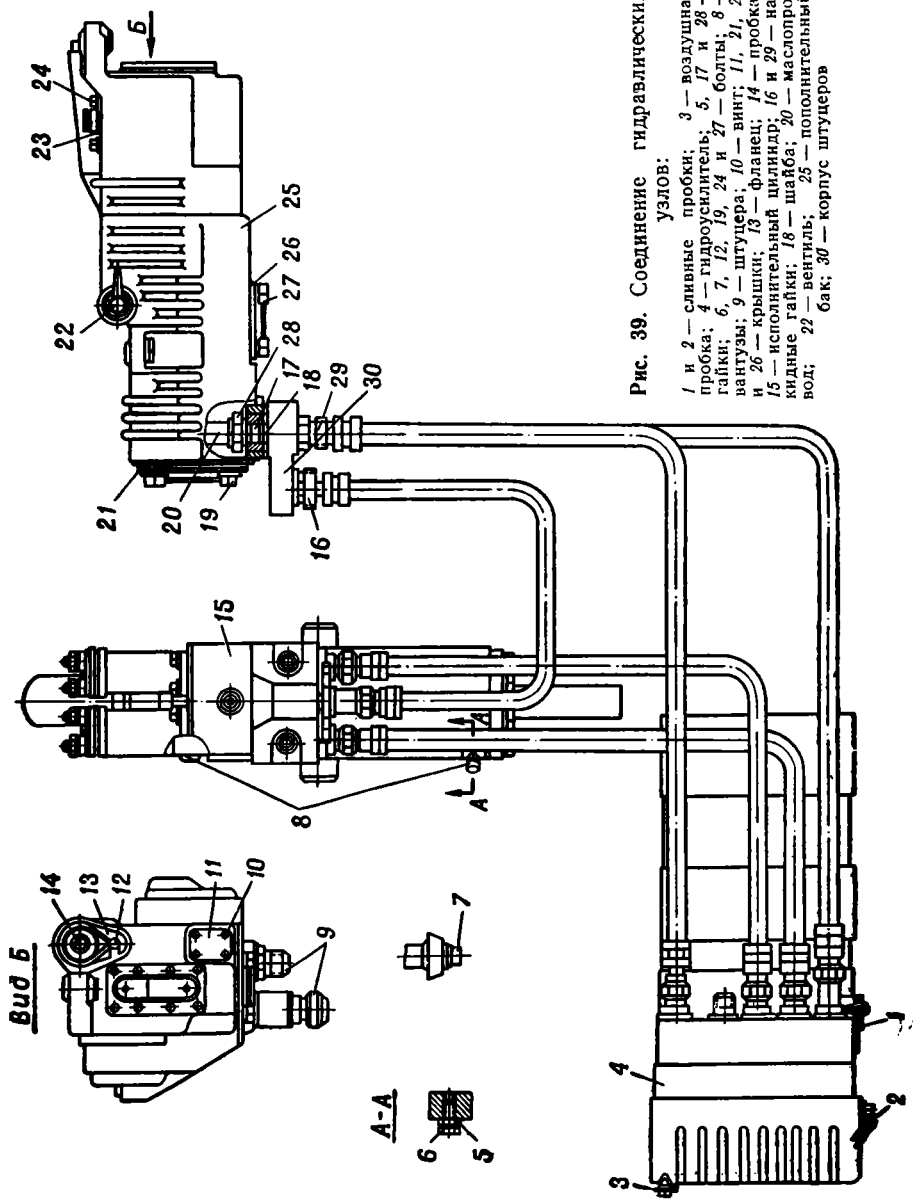

Рис. 39. Соединение гидравлических узлов.
2. Поставить под гидроусилитель 4 (рис. 39) противень.
2. Отвернуть воздушную пробку 3 (рис. 39) гидроусилителя 4 и отвернуть на 3—5 оборотов вентиль 22 дополнительного бака 25.